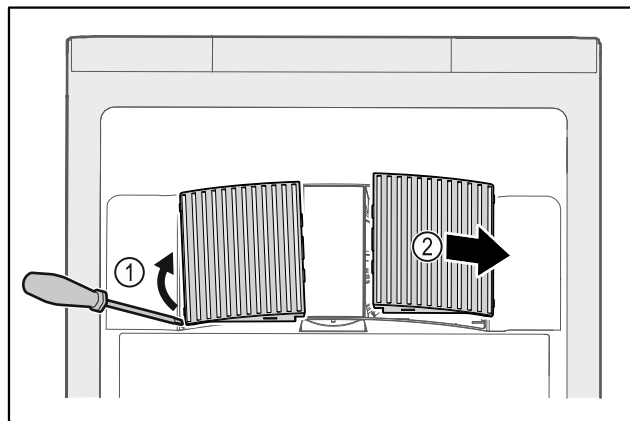

Fig. 46
- ▶ Lirk ut ventilatordekslene fra siden Fig. 46 (1), og ta dem ut forover Fig. 46 (2).